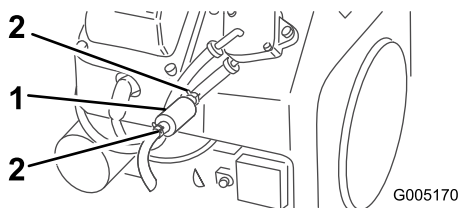

Figura 28
4. Apriete los extremos de las abrazaderas y deslícelas por el tubo alejándolas del filtro (Figura 28).
5. Coloque un recipiente debajo de los tubos de combustible para recoger cualquier fuga, luego retire el filtro de los tubos de combustible (Figura 28).